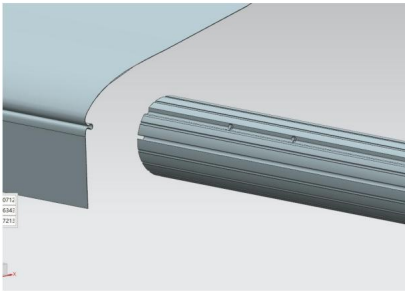
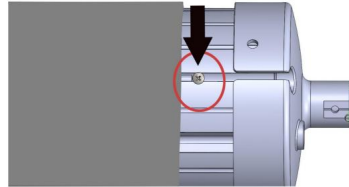
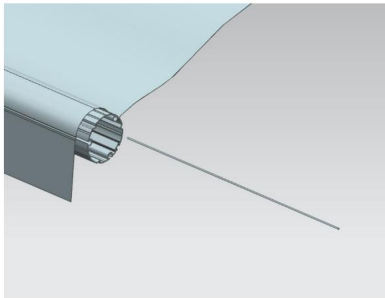

Abbildung C12
Abbildung C13
Abbildung C14
3.5 Öffnen Sie den Stoff, führen Sie ihn in den Schlitz der Rollenröhre ein und stecken Sie dann den Führen Sie das vordere Ende des Stoffes in einen anderen Schlitz auf der Rollenwelle und befestigen Sie dann die Schraube B an Verhindern Sie, dass sich der Stoff bewegt. Führen Sie anschließend den Stoffstreifen in den Schlitz ein. den Schlaufengurt an der Leiste. (Abbildung C12, Abbildung C13, Abbildung C14, Abbildung C15)